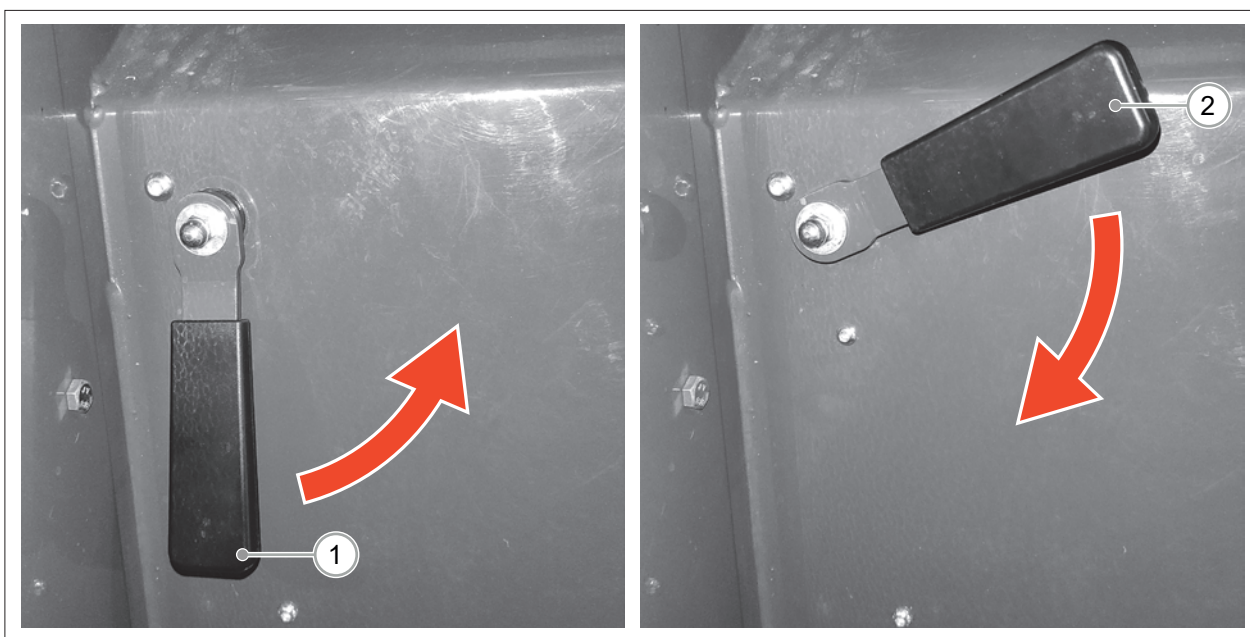

РИС. 38
- 2) Поднимите рычаг стояночного тормоза (РИС. 38 Сс. 1).
- 1) Разблокируйте стояночный тормоз, нажав его вниз. (РИС. 38 - Сс. 2).